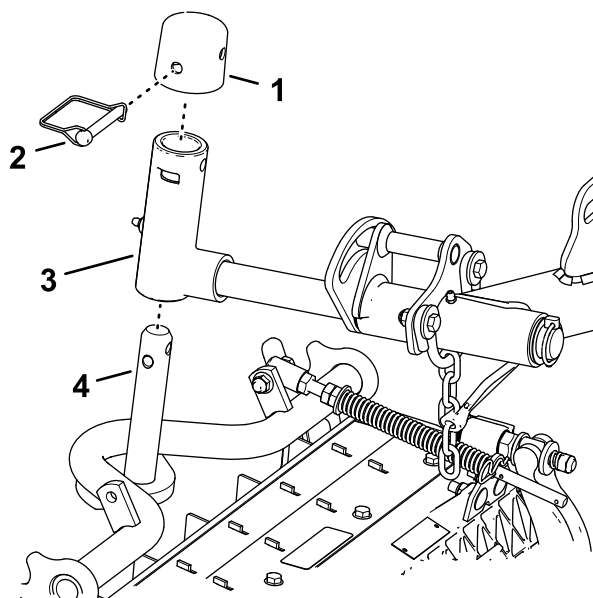

Figura 25
1. Deslize a unidade de corte sob o braço de elevação (Figura 25).
Bloqueio da articulação da unidade de corte para cortar relva numa encosta—Bloqueie as articulações da unidade de corte para evitar que as unidades de corte rodem para baixo ao cortar a encosta de uma colina. Utilize o furo no eixo da articulação do braço de elevação (Figura 25) para bloquear a unidade de corte. Utilize a ranhura para uma unidade de corte de direção.